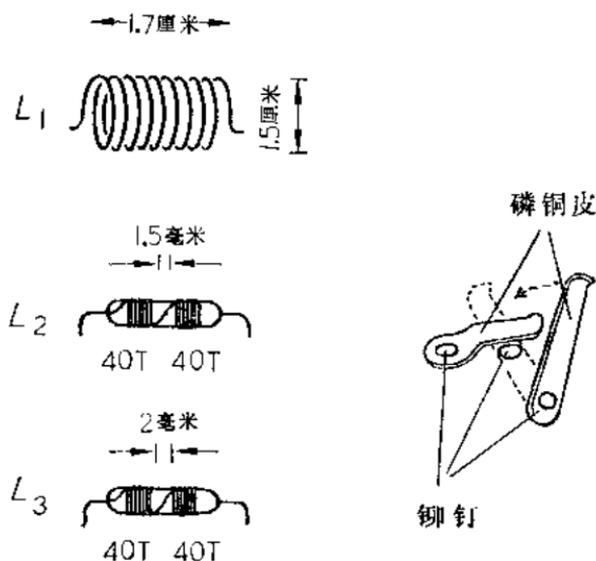

图 2
1. 先按图 2 用 1~1.5 毫米铜丝在 5 号电池上平绕 8 圈, 然后把这线圈拉开到 1.7 厘米长, 即成空心线圈 L_1 ; 再用 38 号漆包线在大于 100 千欧 $1/8$ 瓦电阻上分两段乱绕各 40 圈, 共 80 圈, 两段之间相距 1.5 毫米, 即成 L_2 ; 再用 38 号线在大于 100 千欧的 $1/4$ 瓦电阻上分两段乱绕各 40 圈, 共 80 圈, 两段之间相距 2 毫米, 即成 L_3 。再用磷铜皮按图 2 做一开关。